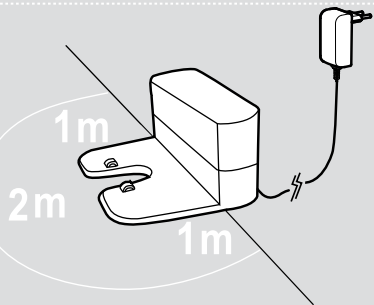

Fig. 2
1. Branchez l'adaptateur secteur et raccordez-le à la base de recharge. **[Fig. 2]**
4. Aucun objet ne doit se trouver à 2 m devant la base de recharge et à 1 m de chaque côté. **[Fig. 2]**